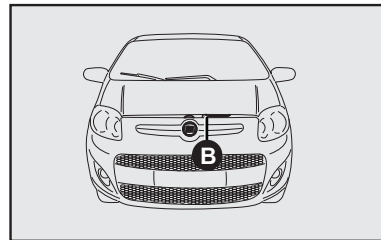

fig. 98
2) mover a trava localizada sob o capô para cima **B-fig. 98**;